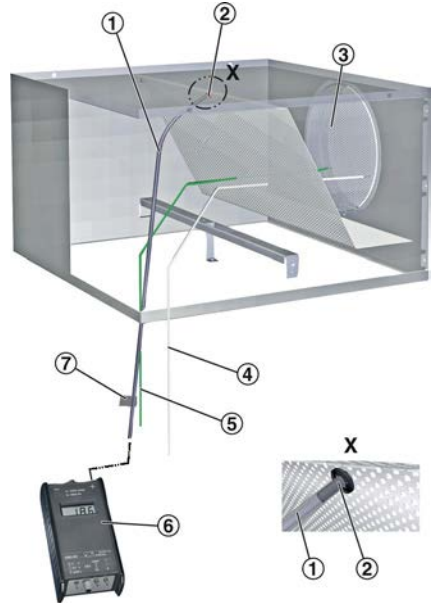

Abb. 17: Volumenstrommessung
- ① Messschlauch
- ② Messnippel
- ③ Drosselement zum Volumenstromabgleich
- ④ Weißer Seilzug, Drosselement öffnen
- ⑤ Grüner Seilzug, Drosselement schließen
- ⑥ Digitalmanometer
- ⑦ Textfahne Anschlusskastenvariante
3. ▶ Volumenstrom aus der Kennlinie ablesen oder berechnen, eine Kennlinie liegt jedem Anschlusskasten AK-Uni bei. Die Anschlusskastenvariante kann auf der Textfahne (Abb. 17/7) abgelesen werden.